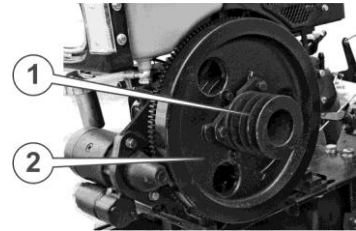

Рисунок 19. – Приводна шестерня
16. Встановити ведучий шків (1) (див. рис. 19.) на інсталяційні припливи на маховику (2), закріпити трьома болтами М10, надійно затиснути болти. Ведучий шків повинен щільно, без осьового і радіального биття, прилягати до інсталяційної поверхні кожного припливу.
17. Надягти клинові ремні (2) (див. рис. 19.) на ведений шків (1) та ведучий шків (3), посунути двигун разом із балками вперед до того моменту, коли ремні злегка натягнуться.